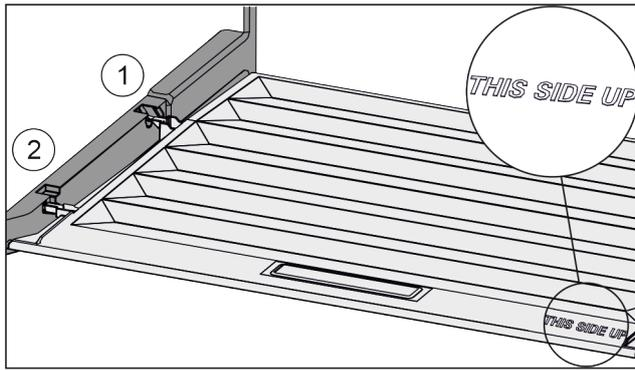

Fig. 136
- ▶ 从后部固定支架 Fig. 136 (1) 开口导入桥形接片并卡入固定支架 Fig. 136 (2) 的前端。